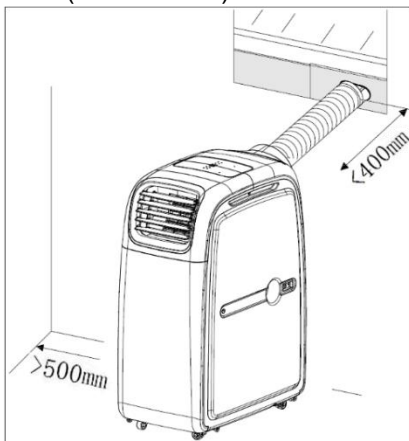

Abb. 1
- Bitte stellen Sie das Gerät auf eine flache Ebene in der Nähe einer geeigneten Steckdose, jedoch mit mind. 50cm Abstand zwischen Filterseite und anderen Objekten auf. Der Abluftschlauch sollte gerade gehalten und für optimale Funktionalität nicht länger als 40cm langgezogen werden, damit die warme Luft im Abluftschlauch möglichst schnell aus dem Raum gelangen kann. (siehe Abb. 1).